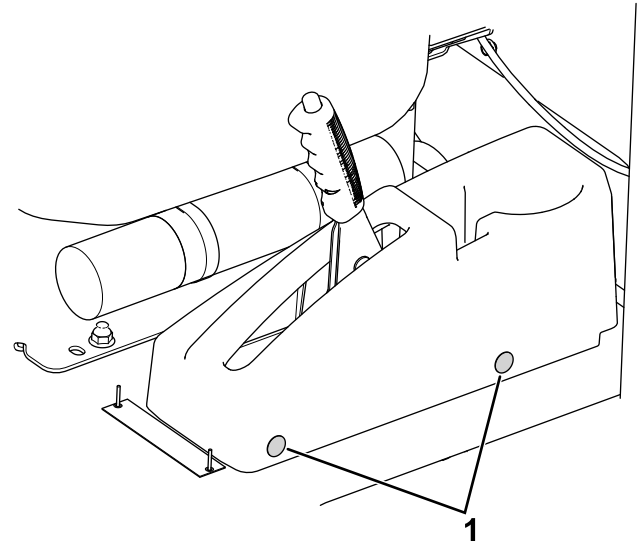

Figure 1
1. Retirez les obturateurs existants (Figure 1) des deux côtés du cache du frein de stationnement.